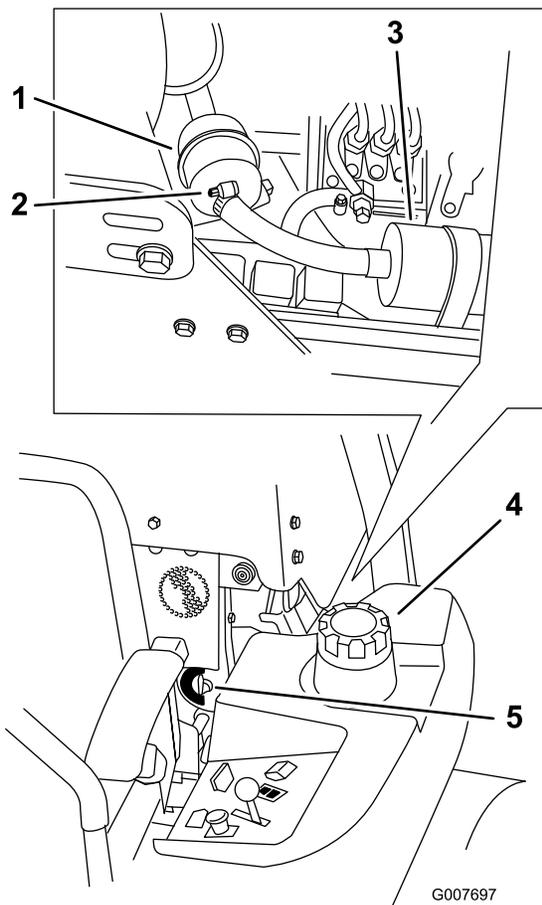

Figure 71
4. Fermez le robinet d'arrivée de carburant (Figure 71).
5. Desserrez les 2 colliers de flexibles et débranchez les conduites d'alimentation du filtre à carburant (Figure 71).
6. Remplacez le filtre. Branchez les conduites d'alimentation au filtre à carburant et montez les 2 colliers de flexibles (Figure 71).